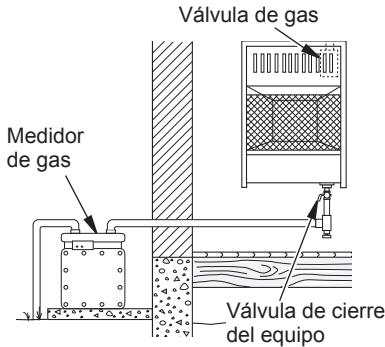

Figura 17 - Suministro de gas natural
3. Revise todas las uniones desde el medidor de gas, tanto para suministro de gas natural o propano/LP, hasta la válvula de cierre del equipo (consulte la figura 17 o 18, página 56). Aplique en todas las uniones algún líquido de detección de fugas que no sea corrosivo. La formación de burbujas indicará una fuga.
5. (consulte la figura 17 o 18). Aplique en todas las uniones algún líquido para detectar fugas que no sea corrosivo. La formación de burbujas indicará una fuga.